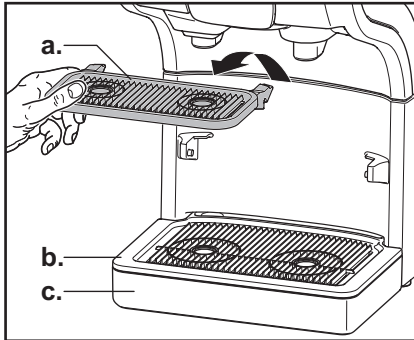

Fig. 27
2. Retirez le porte-tasses (a.), la grille égouttoir (b.) et le bac égouttoir (c.) (fig. 27).